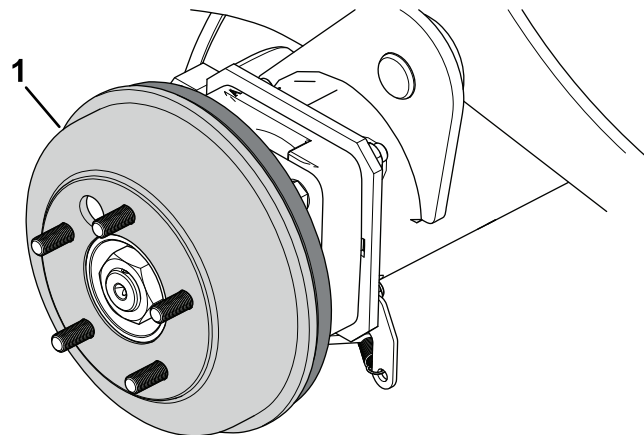

Figura 70
4. Retire los tambores de freno (Figura 70) a mano.